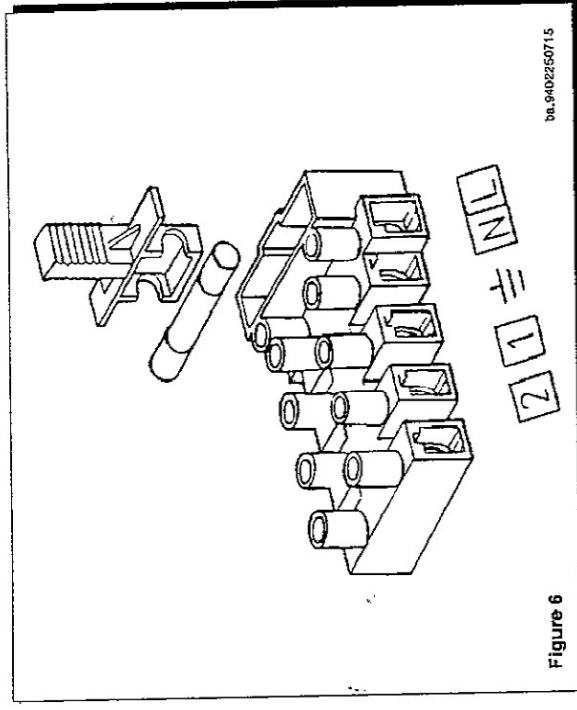

Figure 6
- * accéder au bornier d'alimentation (figure 6) comme d'après la description du chapitre précédent;
- * enlever le shunt présent sur les bornes (1) et (2);